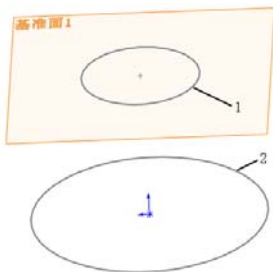
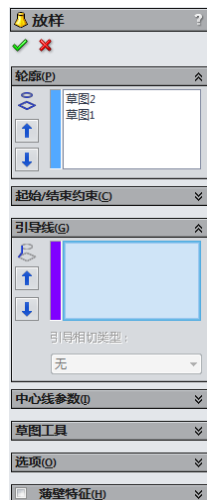

图 3-51 等轴测视图
图 3-52 “放样”属性管理器
**07** 设置视图方向。单击“标准视图”工具栏中的“等轴测”图标, 将视图以等轴测方向显示，结果如图 3-51 所示。
**09** 设置属性管理器。此时系统弹出如图 3-52 所示的“放样”属性管理器。在“轮廓”一栏中，单击依次选择图 3-51 中圆 1 和圆 2，按照图示进行设置。